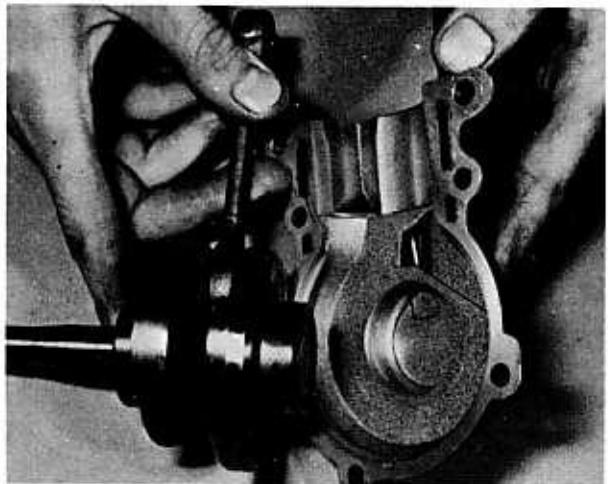

Bild 24
- Bei Kurbelwellen ohne Gewindelöchern muss das Gehäuse so weit erwärmt werden, dass es sich durch die Wärmeausdehnung vom Lager löst (Bild 24). Am besten legt man dazu das Gehäuse mit der Kurbelwelle in einen etwa 100 °C warmen Ofen. Das Leichtmetallgehäuse dehnt sich viel stärker aus als das Stahlager, so dass beim Herausnehmen aus dem Ofen das Gehäuse meistens von selbst abfällt. Nötigenfalls kann man durch leichtes Klopfen nachhelfen. Bei beiden Kurbelwellenbauarten erfolgt der Zusammenbau durch Anwärmen des Gehäuses.